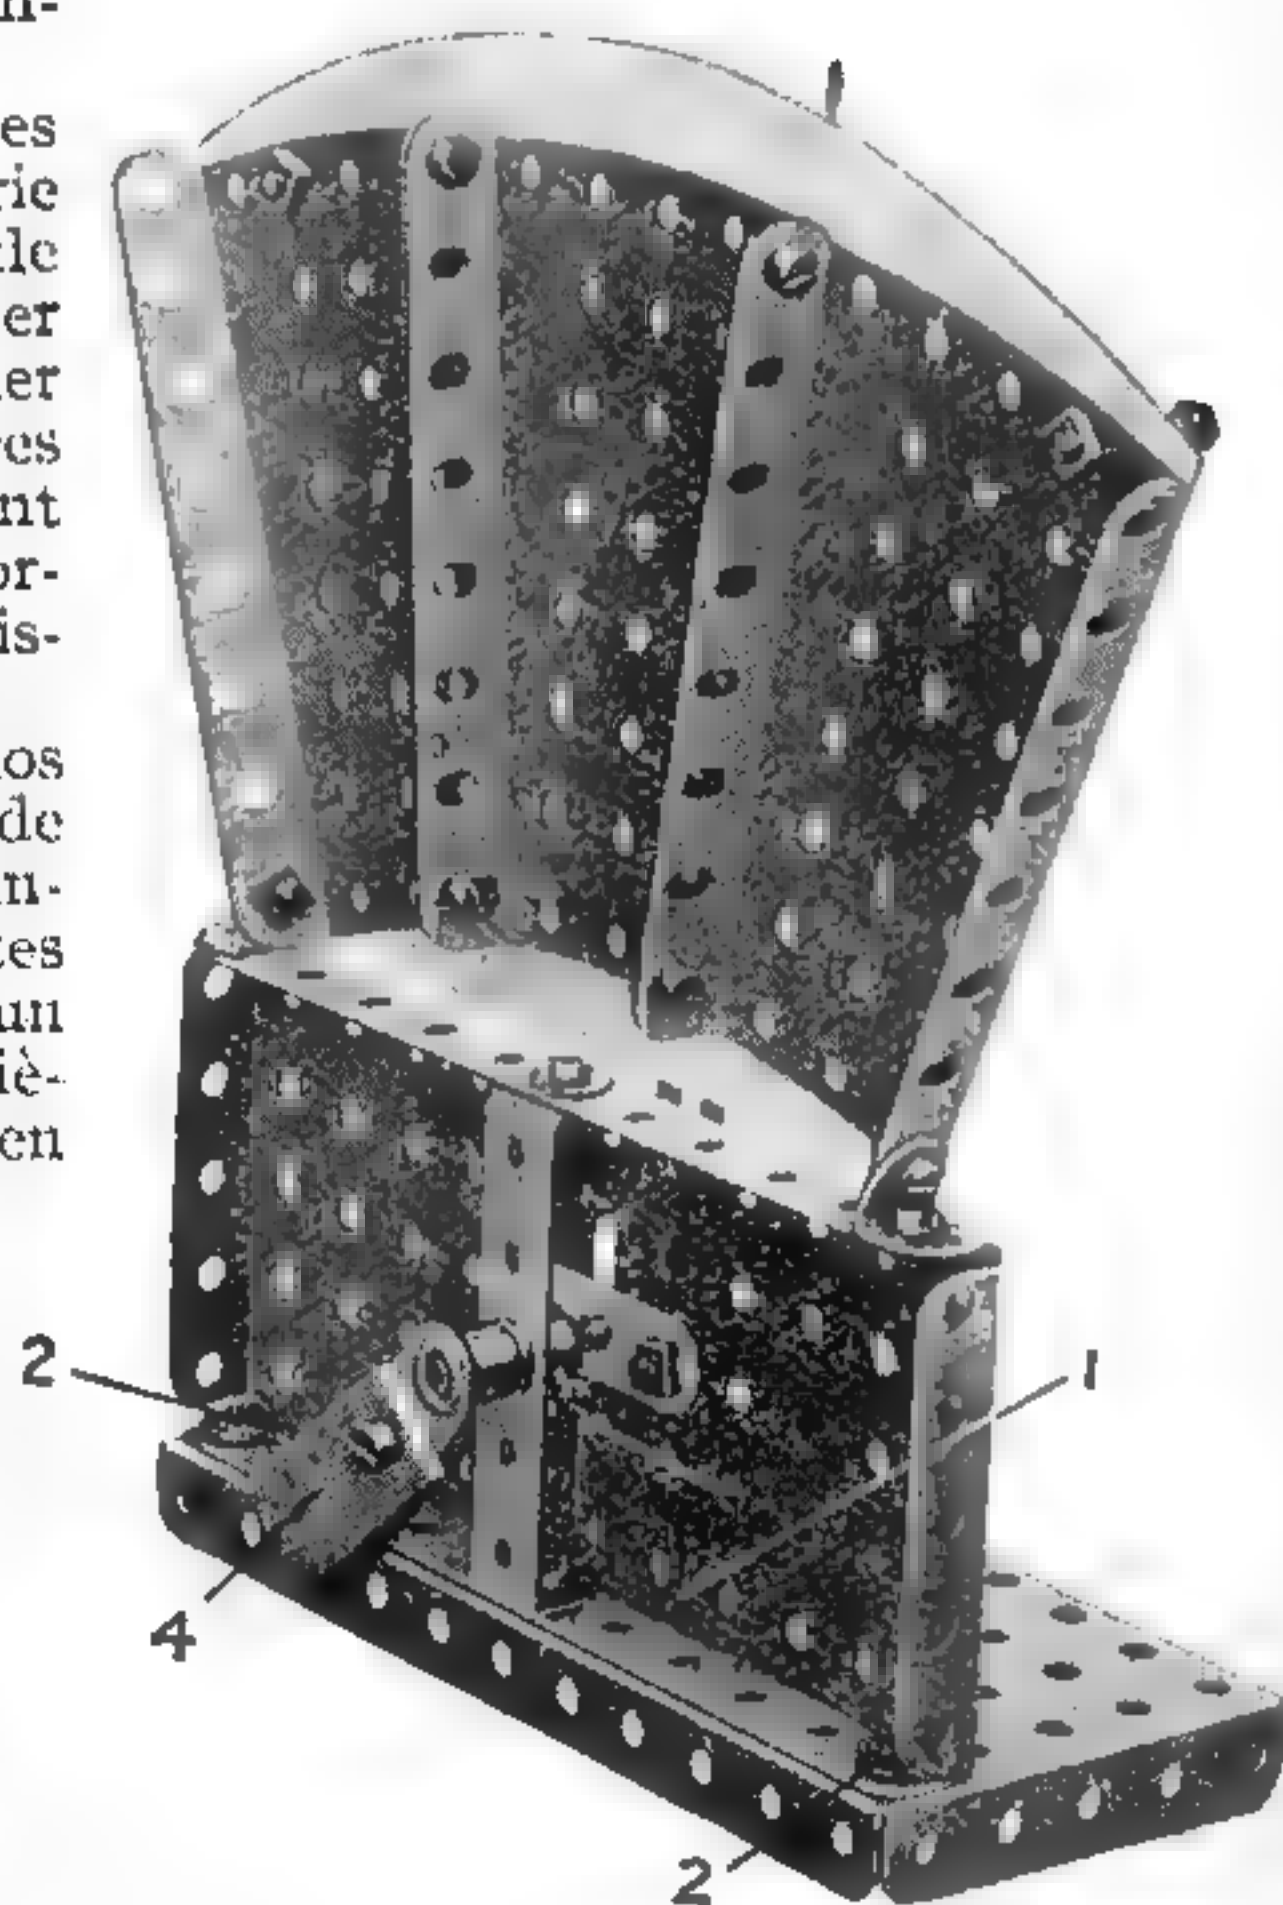

Fig. 8. L'ampèremètre Meccano, vu de derrière.
différents. L'organe essentiel du modèle consiste en un fil de résistance 1 (Fig. 8) qui est tendu entre les Boulons 6 B. A. (2). Ces deux Boulons sont isolés de la Plaque à Rebords de 14 x 6 cm. formant le socle du modèle à laquelle ils sont fixés. Chacun de ces boulons est relié par un court fil à une Borne isolée 3. Un Collier (dont la cheville taraudée est remplacée par une vis d'arrêt ordinaire) est fixé à la Tringle de 38 mm. 3 qui est passée dans la Plaque à Rebords verticale de 14 x 6 cm. et dans une Bande Courbée de 60 x 12 mm. Un bout de fil de cuivre fin, attaché à la vis d'arrêt du Collier, est enroulé plusieurs fois, sur la Tringle 3, et fixé au milieu du fil 1. Le Poids de 25 grammes 4 est boulonné à une Manivelle qui est fixée à la Tringle 3. La position normale de la Manivelle doit être horizontale, de manière à ce que le Poids exerce une tension sur le fil 1. La Manivelle munie de l'aiguille (représentée par une Lisse de Métier, pièce n° 101) est fixée à l'extrémité antérieure de la Tringle 3 dans une position qui fait reposer la Lisse de Métier contre un des Boulons de 19 mm. situés des deux côtés du cadran. Lorsqu'il est traversé par un courant électrique, le fil 1 s'échauffe et se dilate.